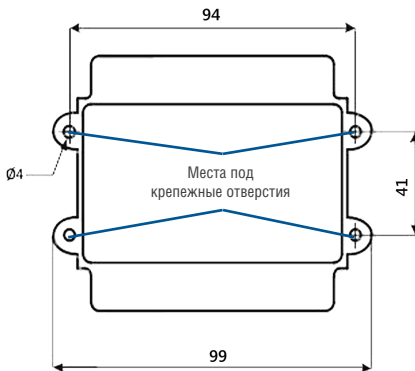

Рисунок 3. Корпус БУР
3. Для настенного монтажа, разметьте места крепления, приложив корпус БУР к стене (рисунок 3).